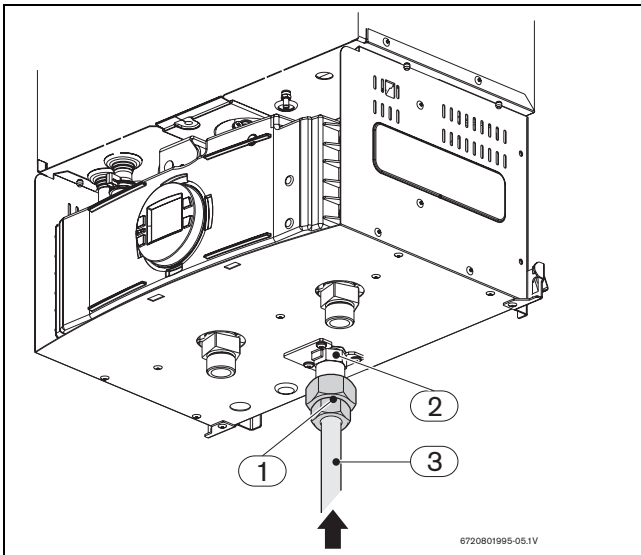

Рис. 26
- Закрутіть різьбову головку на штуцер газової труби (Рис. 26, поз. 1) та використайте мідний (Рис. 26, поз.2) кінець, щоб припаяти трубу колонки до труби мережі газопостачання (Рис. 26, поз. 3).